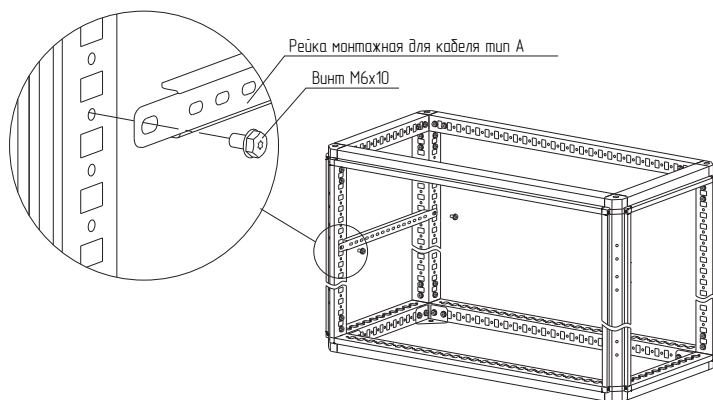

Рисунок 32
4.17.2 Установить рейку монтажную для кабеля тип А на нужной высоте и закрепить винтами с самонарезающей резьбой М6×10 (рисунок 32). Момент затяжки – 7 Н·м.